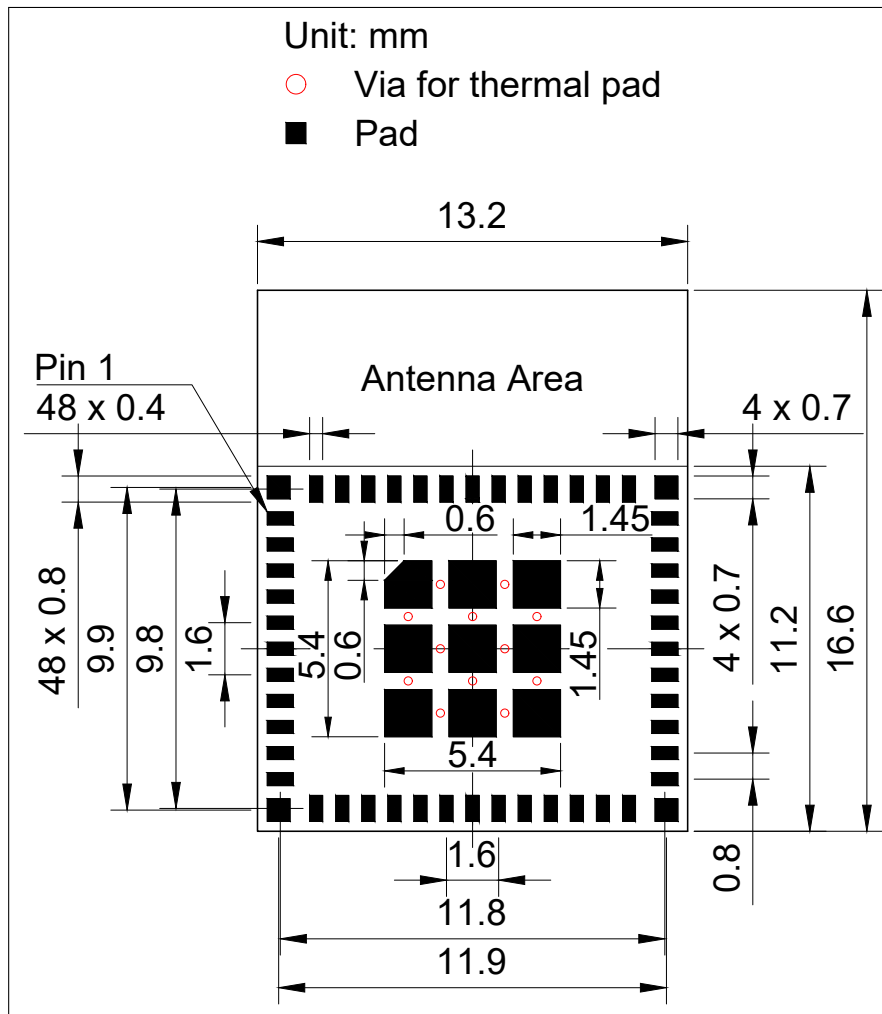
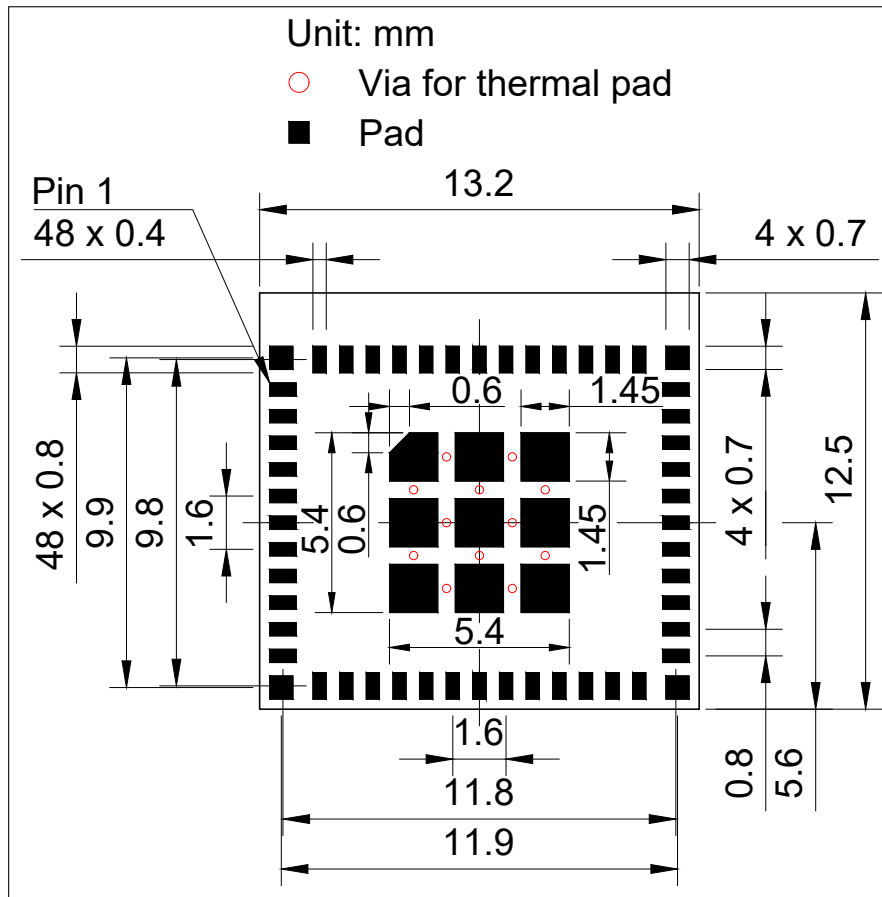

图 11: ESP32-C3-MINI-1 推荐 PCB 封装图形
图 12: ESP32-C3-MINI-1U 推荐 PCB 封装图形
- 推荐 PCB 封装图，标有 PCB 设计所需的全部尺寸。详见图 11 *ESP32-C3-MINI-1 推荐 PCB 封装图形* 和图 12 *ESP32-C3-MINI-1U 推荐 PCB 封装图形*。
- 推荐 PCB 封装图的源文件，用于测量图 11 和 12 中未标注的尺寸。您可用 Autodesk Viewer 查看 ESP32-C3-MINI-1 和 ESP32-C3-MINI-1U 的封装图源文件。